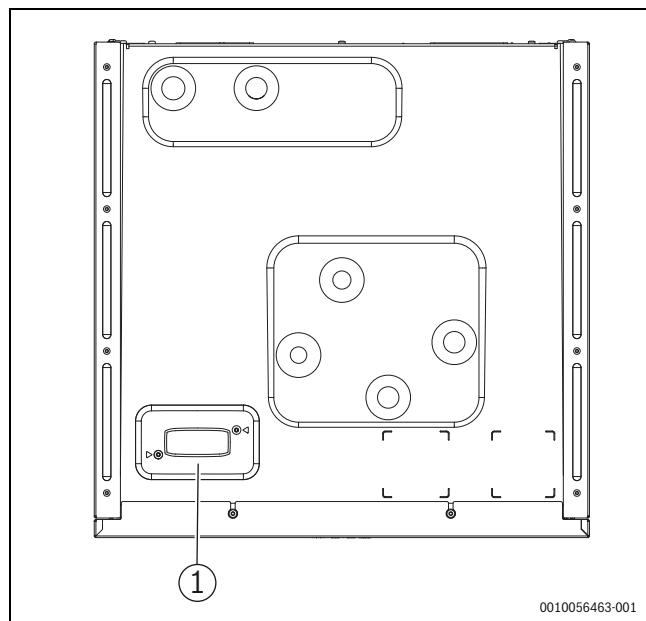

Bild 13 Connect-Key -Platzierung
- Modul in den Halter einsetzen (→ [1], Abbildung 13). Wenn das Modul richtig eingesetzt wurde, blinkt eine LED. Inbetriebnahme des Moduls durchführen.